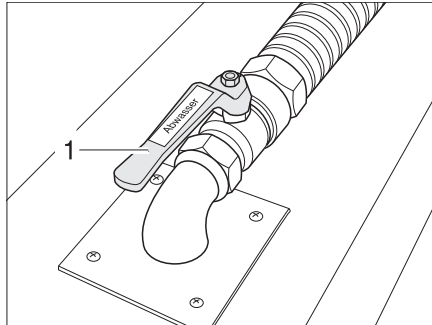

Fig. 242 Grifo para la eliminación de aguas residuales
El grifo para la eliminación de aguas residuales (Fig. 242,2) está en el doble fondo. El grifo para la eliminación de aguas residuales está identificado con el rótulo "Abwasser" (Aguas residuales).
- Abrir el grifo para la eliminación de aguas residuales (Fig. 242,2). Se vacía las aguas residuales.